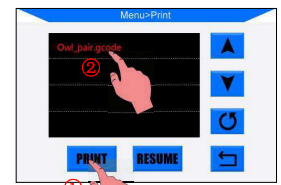

図 29
- (3) SDカードの裏面を上にして、本体のSDカードスロットに差し込んでください。メニュー画面から“Print”をクリックしてSDカードのファイルリストを見ます。印刷したいファイルを選択して“Print”を押すと印刷は始まります。(図29参照、ここでは例として“Owl\_pair”を選択)。
(4) プリント終了後は、ノズルとヒートベッドは自動的に温度が下がります。ノズルとヒートベッドが室温までに冷める前に造形物を取らないでください。冷却後ヒートベッドを手前に引き出し、付属のスクレイパー等を使用して手などを傷つけないように気にしながら、造形物を取り外してください。